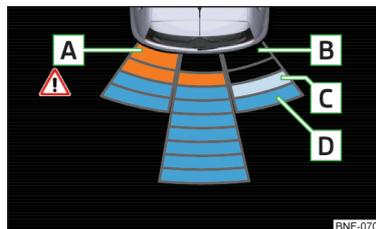

Fig. 98 Affichage sur le visuel du système optique d'aide au stationnement
Affichage à l'écran » fig. 98
- A** Un objet détecté dans la zone de collision est représenté par un segment de couleur orange » fig. 98. **Ne poursuivez pas !**
- ▶ En touchant l'écran de l'appareil multifonction » fig. 98